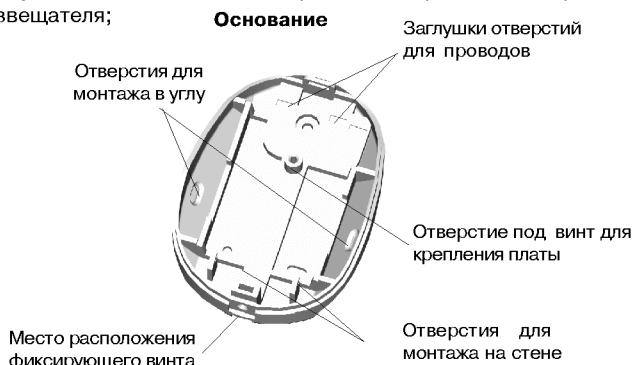

Рис. 2
– просверлите в основании корпуса отверстия (рис.2), которые будут использоваться для прокладки проводов и крепления извещателя;